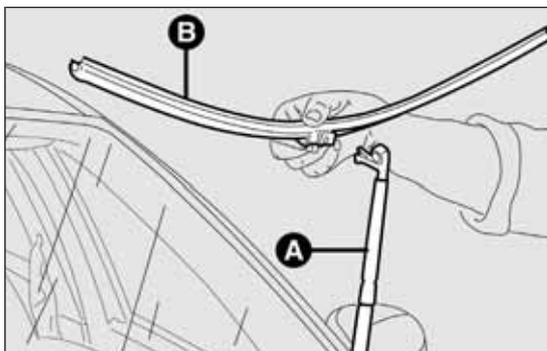

Abb. 241
- Den Wischerarm A Abb. 241 von der Scheibe abheben und das Wischerblatt so stellen, dass es mit dem Arm einen Winkel von 90° bildet;